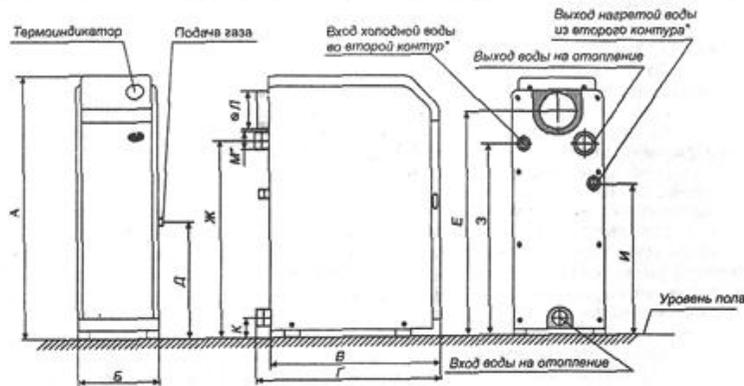
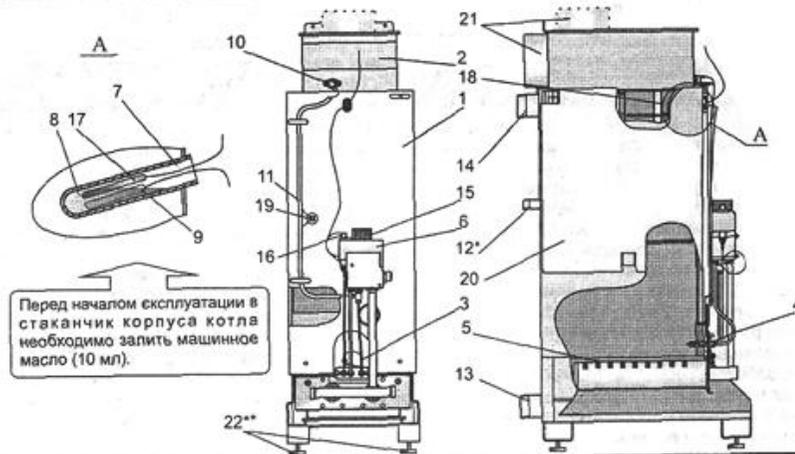

Рис. 1. Общий вид котла "Житомир-3"
Рис. 2. Схема конструкции котла "Житомир-3"
5.1. Котёл (рис. 1) выполнен в виде напольного шкафа прямоугольной формы, лицевая сторона которого закрыта дверкой, обеспечивающей доступ для запуска котла и управления его работой.
Котёл состоит из следующих основных частей: корпуса котла (поз. 1 рис. 2), который состоит из топки и теплообменника. В теплообменнике котла установлены турбулизаторы поз. 18 для наиболее полного отбора тепла при сжигании природного газа и передачи его теплоносителю; газохода (поз. 2); горелок: основной (поз. 5) и запальной (поз. 4); автоматики безопасности с газовым клапаном поз. 6; патрубков подвода (поз. 13) и отвода теплоносителя (поз. 14). В котлах с встроеным водонагревателем предусмотрены присоединительные патрубки (поз. 12). На лицевой части корпуса котла расположено смотровое окно (поз. 3) для контроля за розжигом и работой котла. В стаканчик (поз. 7) установлен баллон термоиндикатора поз. 17 и термобаллон (поз. 9) газового клапана, служащий для управления его работой. Термостат (датчик тяги) (поз. 10) служит для обеспечения его безопасной работы. Для наиболее полного отбора тепла снаружи корпус котла покрыт теплоизоляцией и декоративным стальным кожухом, покрытым порошковой эмалью. В верхней части кожуха котла установлен термоиндикатор для контроля температуры воды в котле, (рис. 1).
6.8. При установке котла в систему отопления с открытым расширительным сосудом установка датчика перегрева (п.19, рис.2) не требуется, при условии, что отказ термостата управления не вызывает опасную ситуацию для пользователя или повреждение котла (ГОСТ Р 51733-2001).